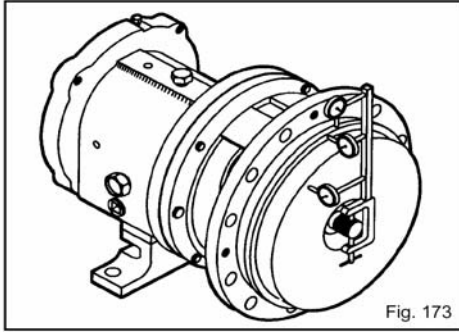

Fig. 173
9. Verifique el descentramiento de la tapa del prensaestopas. Gire el indicador 360 grados completos. Una lectura total del indicador superior a 0.005 pulg. indica un problema (Fig. 173).